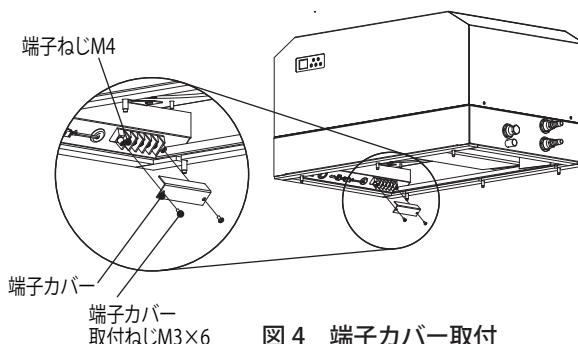

図 4 端子カバー取付
2. 付属の端子カバー取付ねじ M3×6(2 か所)にて、端子カバーを取り付けてください。(図 4)